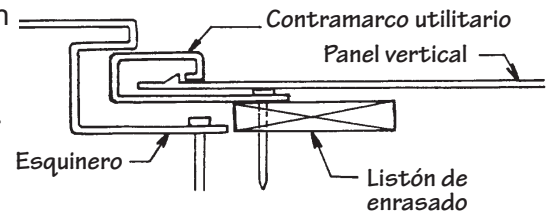

Figura 60.
- Si el panel se corta en la superficie plana, instale un contramarco utilitario, respaldado con enrasillado, en el canal en J. Perfore agujeros para cerrado de resorte a lo largo del borde cortado del panel a intervalos de 6" introdúzcalo en el contramarco utilitario (Figura 60).